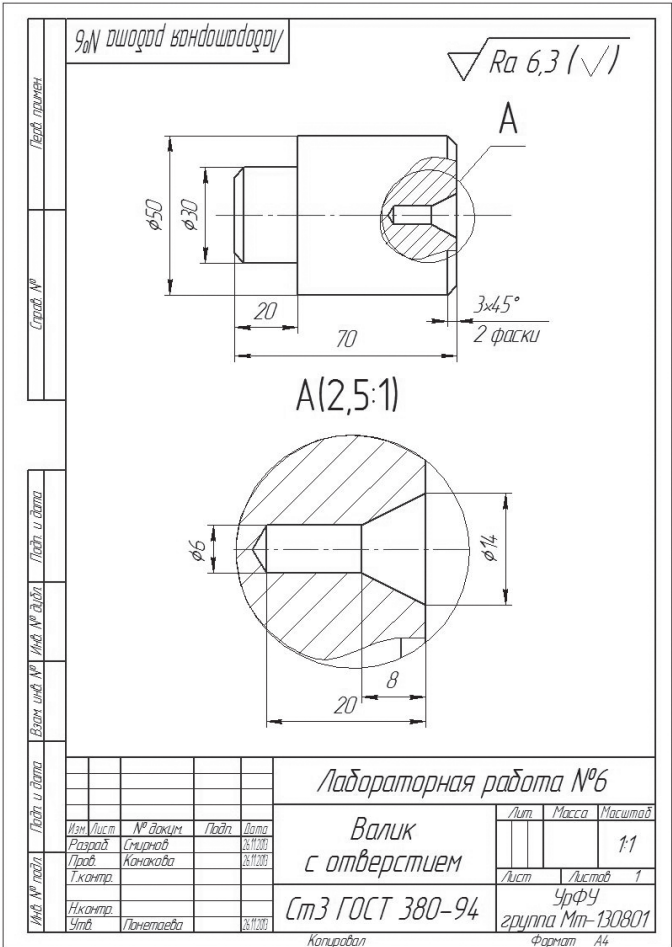

Рис. 135
Задание . Создать чертеж детали с выносным элементом (рис. 135).
11. Сделать текущим *Вид 1*. На слое *Контур* проставить размеры детали, неуказанную шероховатость, заполнить основную надпись в соответствии с заданием (см. рис. 135).